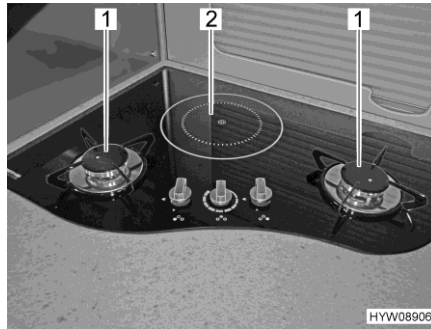

Bild 198 2-Flammen-Gaskocher mit Induktionskochfeld
Das Induktionskochfeld (Bild 198,2) kann nur verwendet werden, wenn die 230-V-Versorgung angeschlossen ist.
**Zündung** Die zwei Gasflammen (Bild 198,1) sind mit einer elektronischen Zündung ausgestattet.